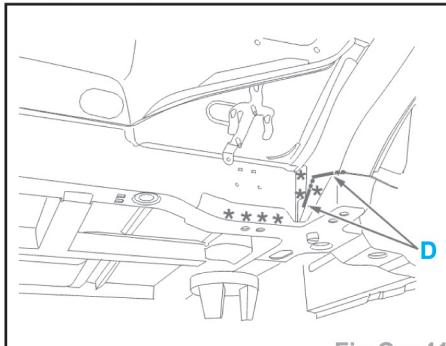

Fig. Car.41
- Découper par fraisage des points (Fig.Car.41).